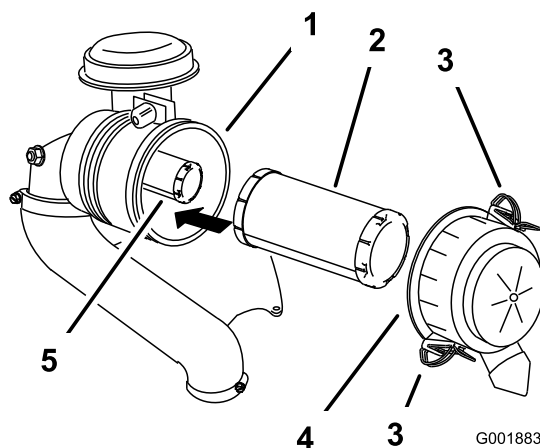

Figura 59
3. Rilasciate i dispositivi di fermo del filtro dell'aria e togliete il coperchio dal corpo del filtro (Figura 59).
5. Estraete con cautela il filtro primario dal corpo del filtro dell'aria (Figura 59).
- Se sostituite il filtro interno, inseritelo con cautela nel corpo del filtro (Figura 59).
- Montate con cautela il filtro primario sul filtro di sicurezza (Figura 59).
- Montate il coperchio del filtro dell'aria e chiudete i fermi (Figura 59).